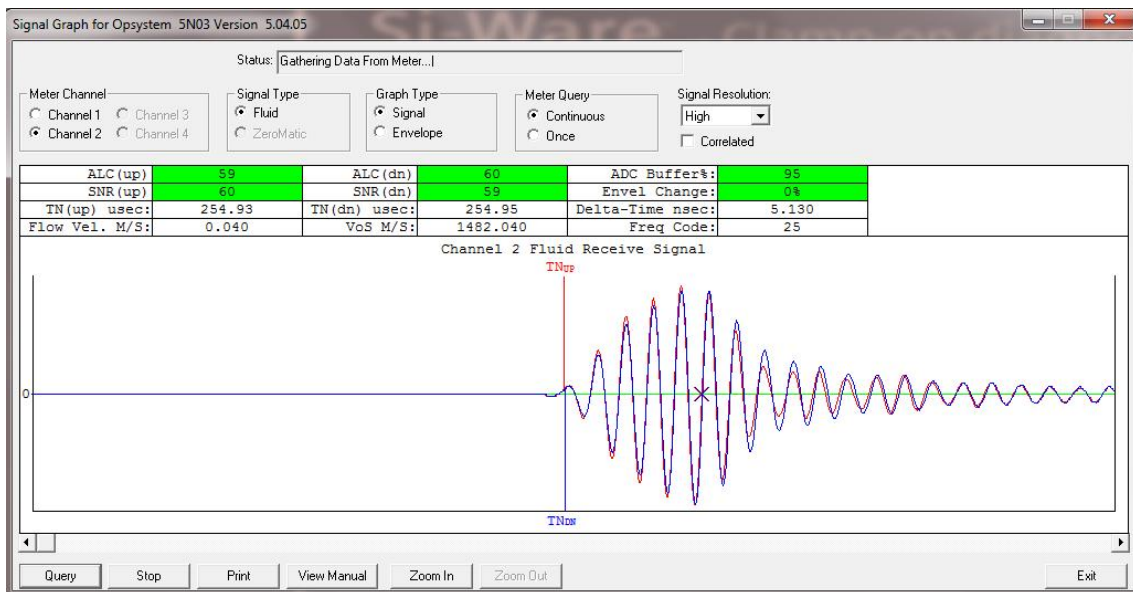

图 2-2
- 2、在另一台电脑启动 Si-Ware 软件，采集波形图，如“图 2-2”。在连接和波形刷新过程中 MODBUS 测试软件都没有受到影响，能够正常采集通讯卡寄存器的数据。